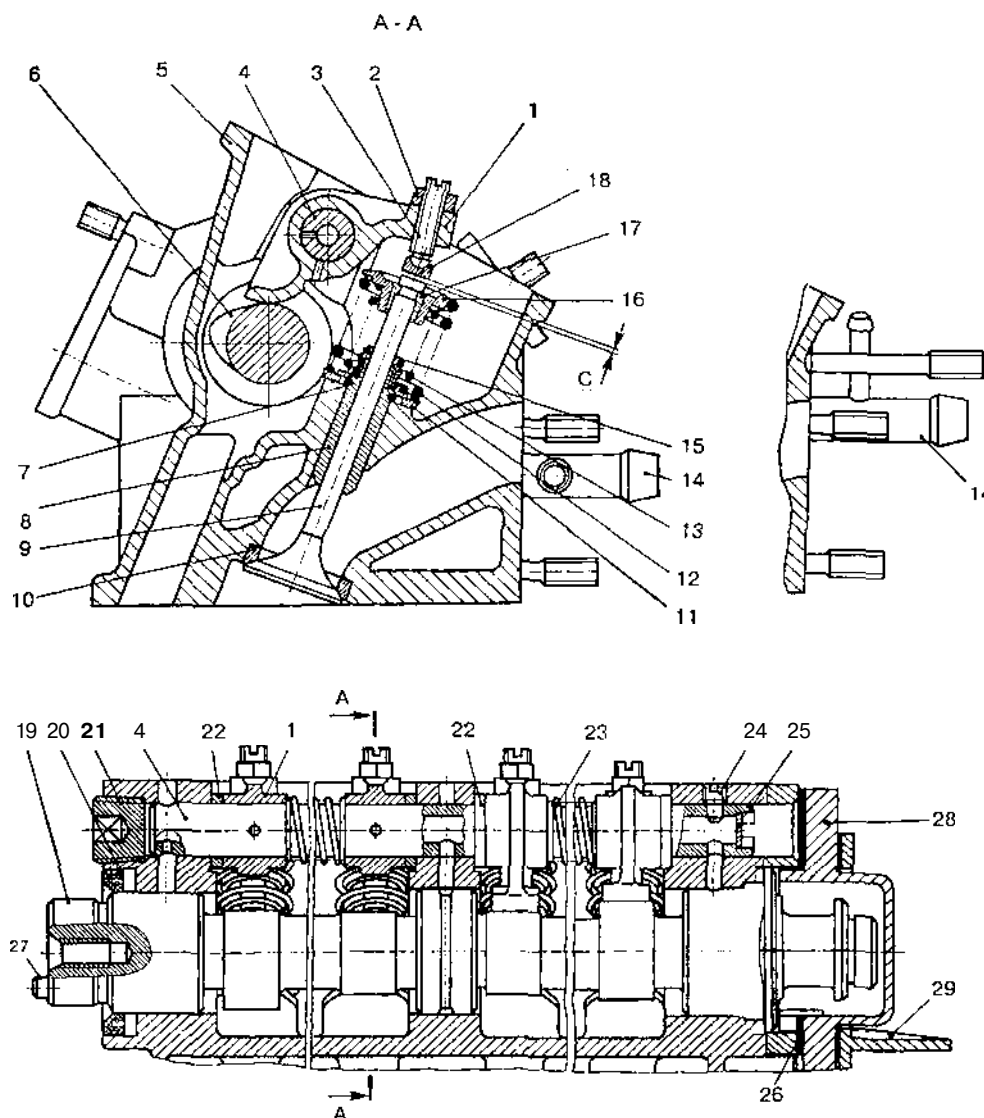

Рис. 2.8.2. Головка цилиндров и схема регулировки зазоров в механизме привода клапанов:
3. Ослабить гайки (рис. 2.8.2) регулировочных винтов, вывернуть регулировочные винты на 7—8 мм и снять с них наконечники.